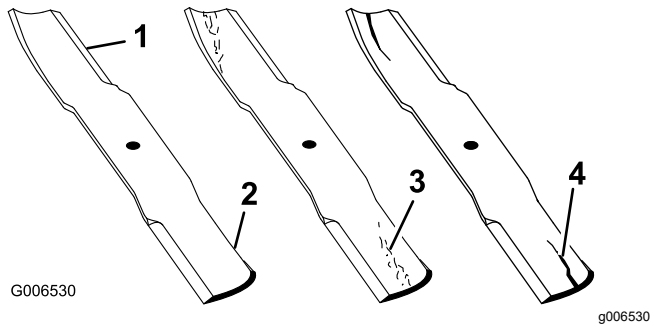

Figura 100
- Inspeção as extremidades de corte (Figura 100).
4. Se verificar quaisquer fissuras, desgaste, ou a formação de ranhuras nesta área instale imediatamente uma lâmina nova (Figura 100).